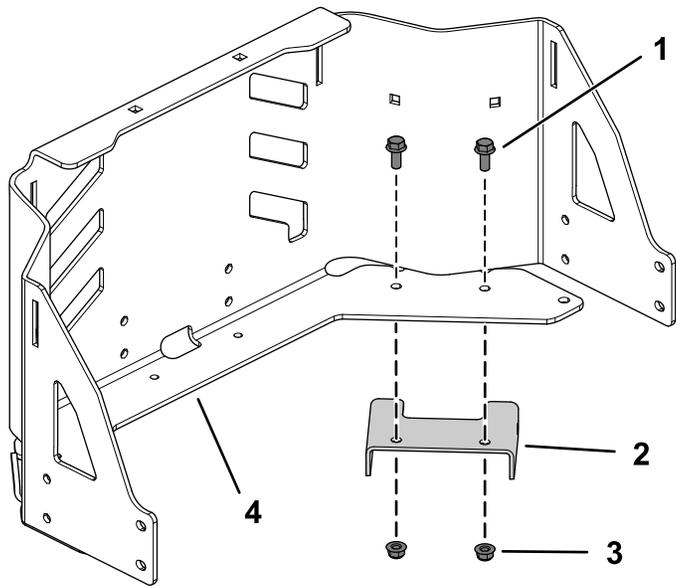

Bild 1
1. Befestigen Sie die Halterung mit zwei Bundkopfschrauben (5/16" x 3/4") und zwei Bundmutter (5/16") an der Motorschutzvorrichtung, wie in Bild 1 abgebildet.